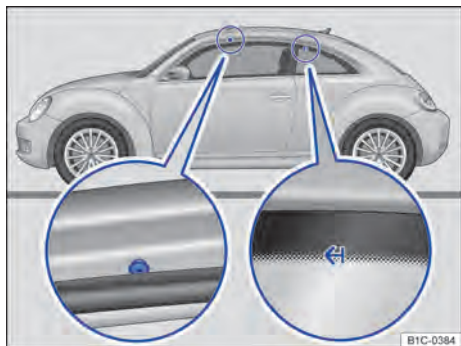

Fig. 87 Pontos de fixação dos suportes de base e bagageiro do teto.
Os suportes para fixação na frente encontram-se nos lados inferiores das vigas do teto \Rightarrow Fig. 87 (lupa esquerda). As marcações para fixação atrás encontram-se em cima, sobre as janelas traseiras laterais \Rightarrow Fig. 87 (lupa direita).
- Fixar os suportes de base **somente** nas marcações indicadas na figura \Rightarrow Fig. 87.